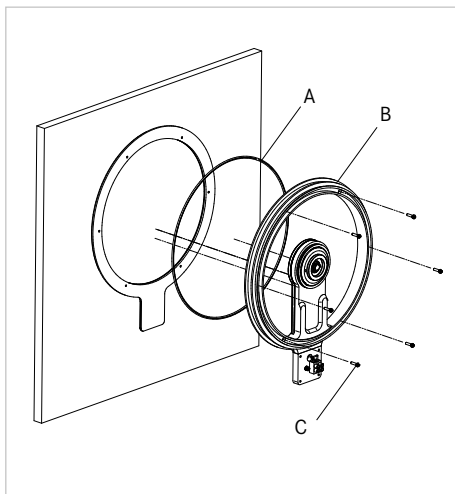

Abbildung 7: Montage Basiseinheit
Legen Sie den O-Ring (A) in die entsprechende Nut auf der Unterseite der Basiseinheit (B). Achten Sie darauf, den O-Ring nicht zu überdehnen. Drücken Sie die Basiseinheit leicht auf die Montageplatte und richten Sie die Löcher der Basiseinheit zu denen der Montageplatte aus (Abbildung 7).